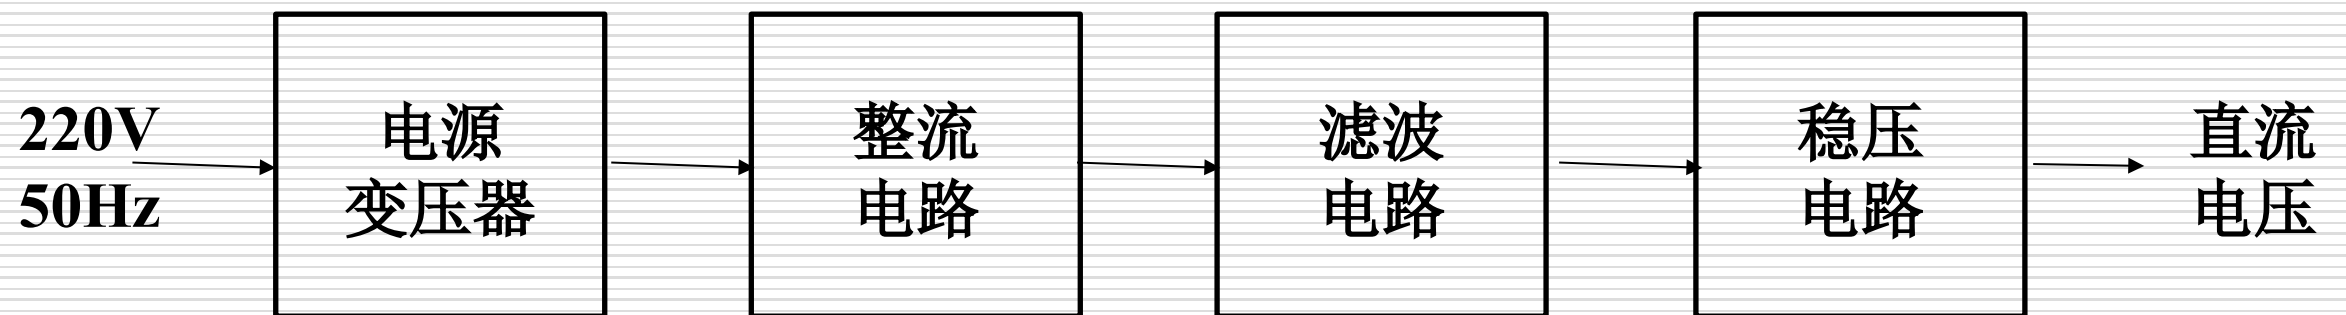

图2-1 直流稳压电源的组成
- 直流稳压电源由四部分组成：电源变压器、整流电路、滤波电路和稳压电路。如图2-1所示。交流电（市电）经变压、整流、滤波、稳压等电路作用变换为直流电。